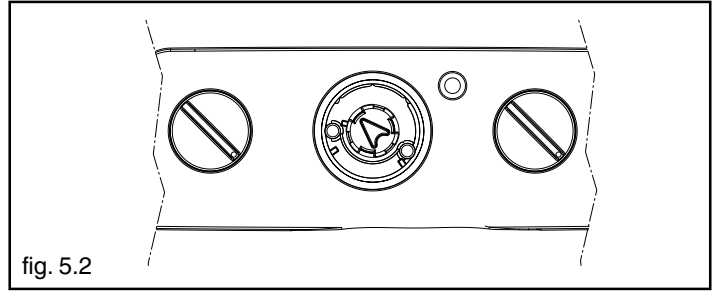

fig. 5.2
- ruotare la manopola in senso orario fino a giungere a fine corsa, alla funzione "analisi combustione" (fig. 5.2).